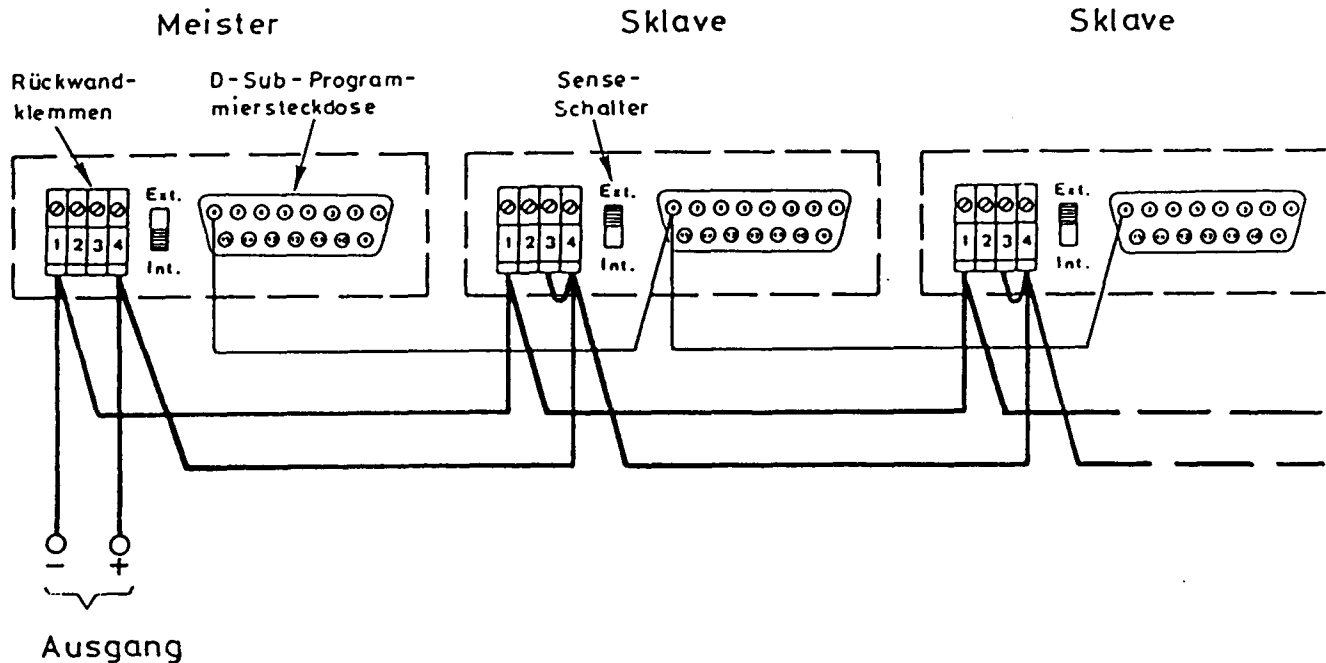

Fig. 3.6 Parallelschaltung
- Die Stromversorgungen gemäss Fig. 3.6 verdrahten.